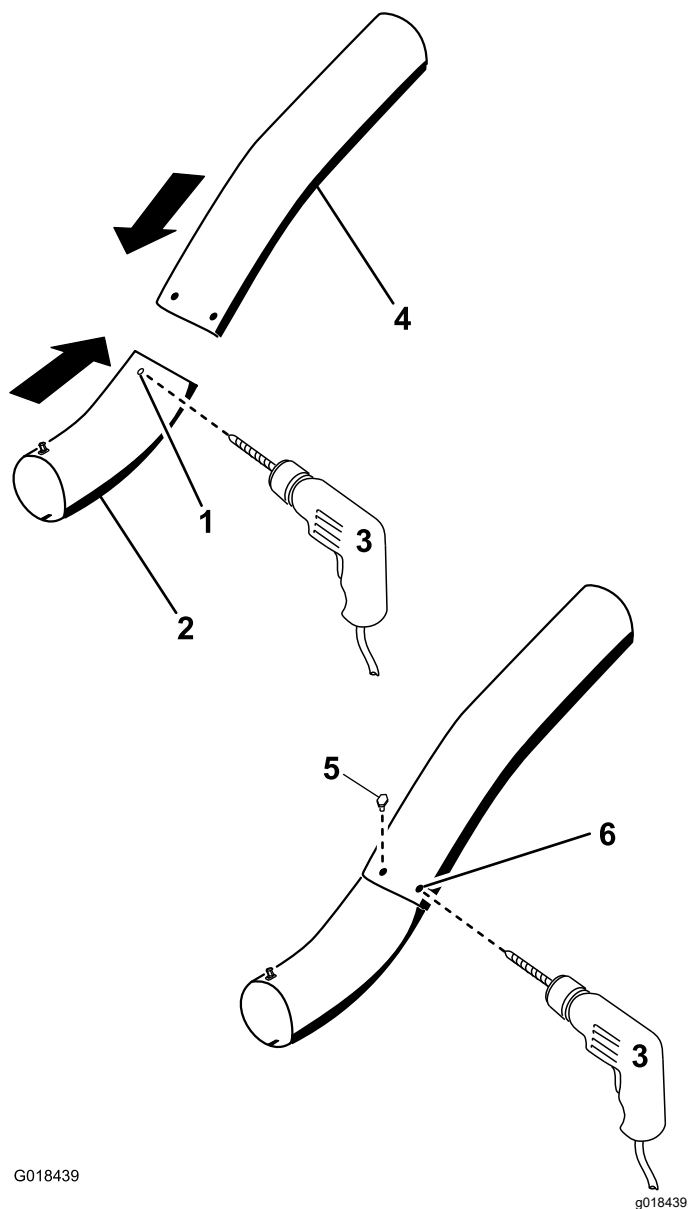

Figura 32
13. Utilizando os orifícios existentes no tubo superior como modelo, perfure dois orifícios de 6,5 mm de diâmetro através das marcas no tubo inferior (Figura 32).
através dos furos existentes no tubo superior (Figura 32).
18. Prenda os tubos em conjunto com as porcas (¼ pol.) como se mostra na Figura 32.
16. Instale as anilhas (¼ pol.) nos parafusos (Figura 32).